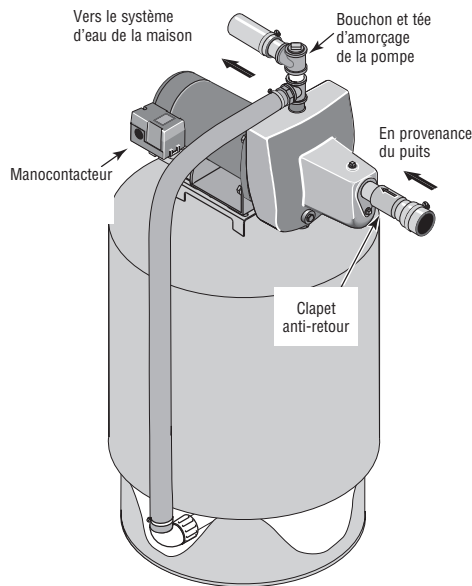

Figure 4 : Branchements sur un réservoir préchargé
## BRANCHEMENT SUR UN RÉSERVOIR PRÉCHARGÉ (Figure 4)
1. Poser deux té dans l'orifice de refoulement de la pompe (voir la Figure 4). Le diamètre du tuyau doit être au moins aussi grand que le diamètre de l'orifice de refoulement.